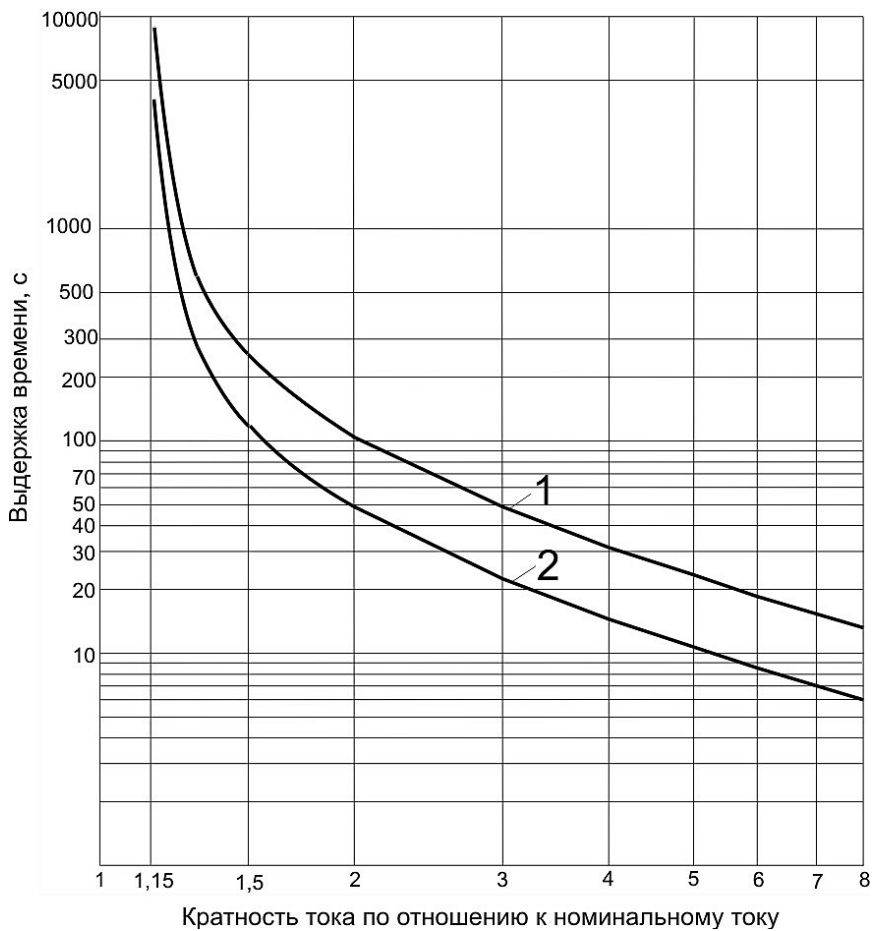

Рис. 2.1 Номинальные время-токовые характеристики реле РЭЗЭ-6М :
- при перегрузке двигателя по току	в соответствии с время-токовой характеристикой реле (рис. 2.1);
1. Тепловой параметр А представляет собой уменьшенную в десять раз постоянную времени нагрева двигателя. Он служит для автоматического выбора уставки выдержки времени реле в пределах значений, ограниченных время-токовыми характеристиками 1 и 2 (см. рис. 2.1), в зависимости от теплового состояния двигателя при перегрузке.